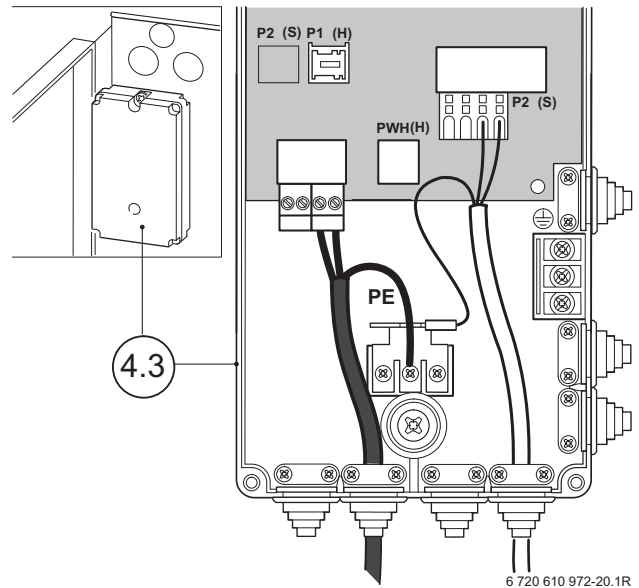

Fig. 24
- Infilare il cablaggio lungo del circolatore nel passacavo, fig. 24.
- Collegare il cablaggio nel modulo di collegamento circolatore (4.3) presente in caldaia, come da fig. 24.